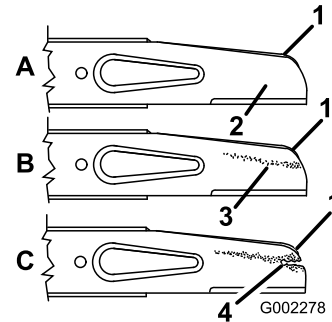

Figura 27
2. Togliete il bullone della lama, la rondella di bloccaggio, l'acceleratore e la lama (Figura 27).